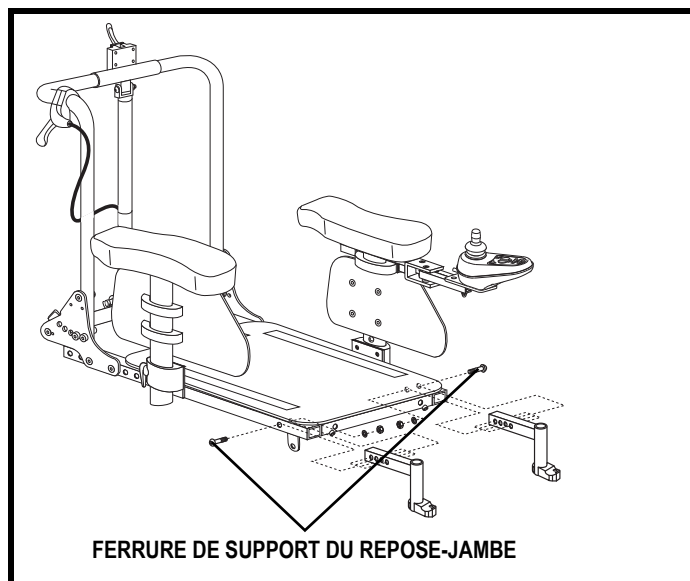

Figure 15. Réglage profondeur des repose-jambes
1. Desserrez le support du repose-jambes. **Voir la figure 15.**